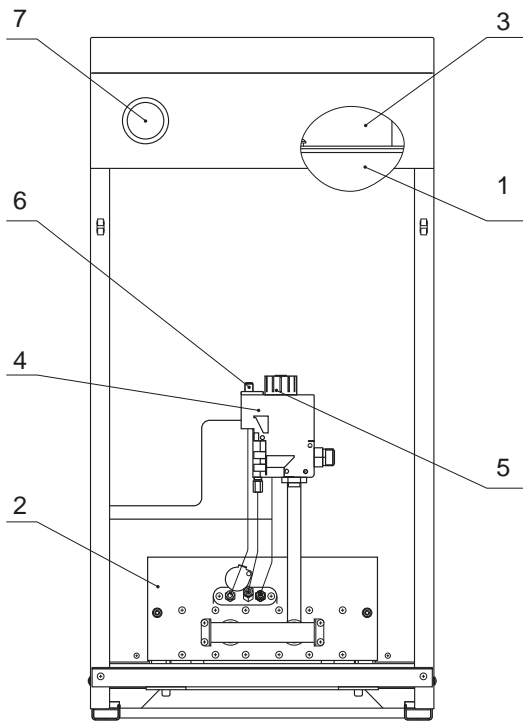
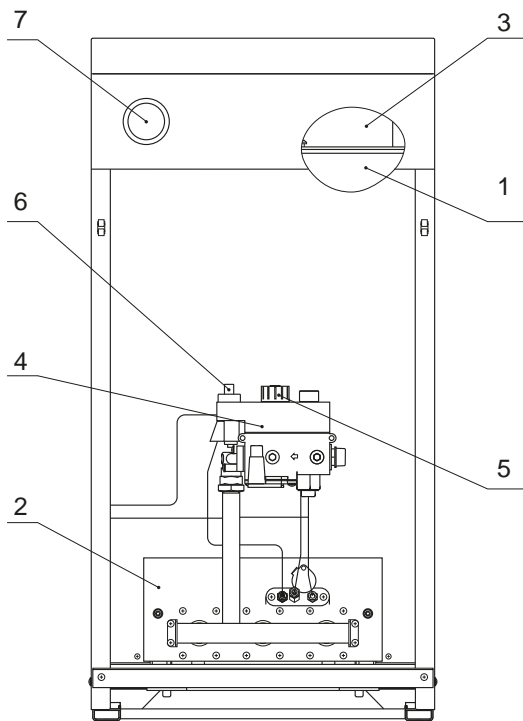

рис. 2 – Особенности котла с газовым блоком 630 EURO SIT.
рис. 3 – Особенности котла с газовым блоком 710 MINISIT.
- 4.2 Котел представляет собой сборную конструкцию, закрытую декоративными тонколистовыми панелями с теплоизоляцией, внутри которой располагаются (см. рис. 2 и рис. 3):
- дымосборник с датчиком тяги (3);
- корпус котла, состоящий из топки и теплообменника (1);
- газогорелочное устройство с газовым блоком (ГГУ) (2).